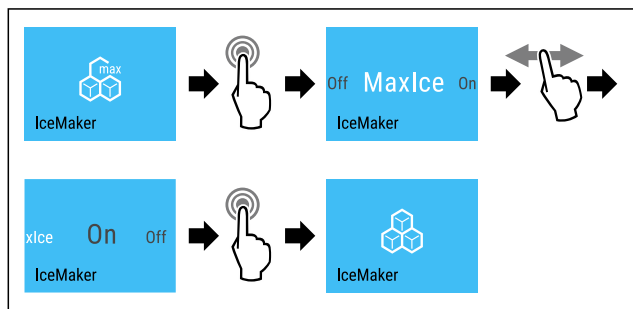

Fig. 19
- ▶ Efectuați pașii de acțiune (vezi Fig. 19).